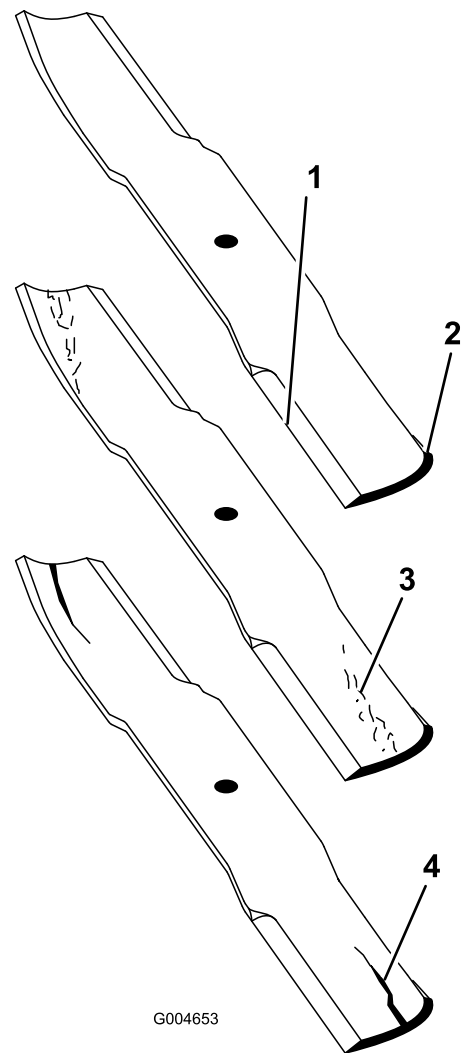

Figure 73
1. Examinez le tranchant des lames (Figure 73). Si les lames ne sont pas tranchantes ou si elles présentent des indentations, déposez-les et aiguissez-les. Voir Aiguisage des lames.
2. Inspectez les lames, surtout la partie relevée (Figure 73). Remplacez immédiatement toute lame endommagée, usée ou qui présente une entaille (Figure 73).